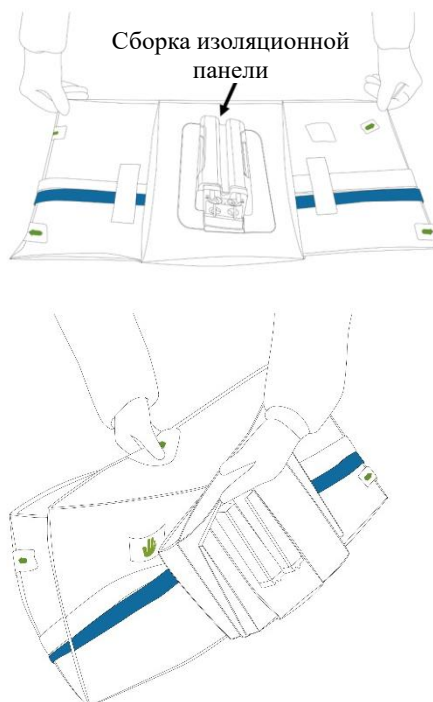

Рисунок 6.4. Захват стерильного чехла манипулятора инструментов
4. Поверните блок изоляционной панели наружу и возьмитесь одной рукой за конец изоляционной панели, а другой — за конец манжеты. (Рисунок 6.4).